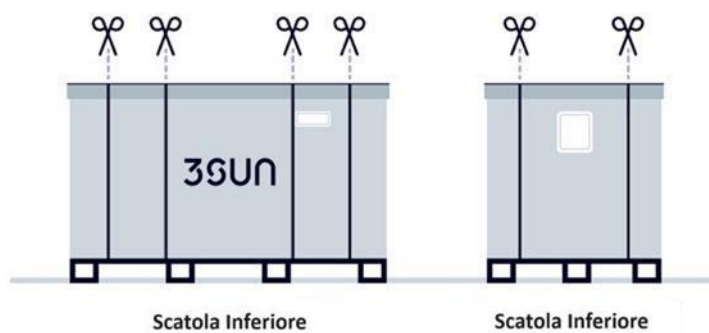

Figura 16: Ordine di rimozione delle cinghie interne della scatola inferiore.
- a) Tagliare le cinghie esterne della scatola (Figura 16)